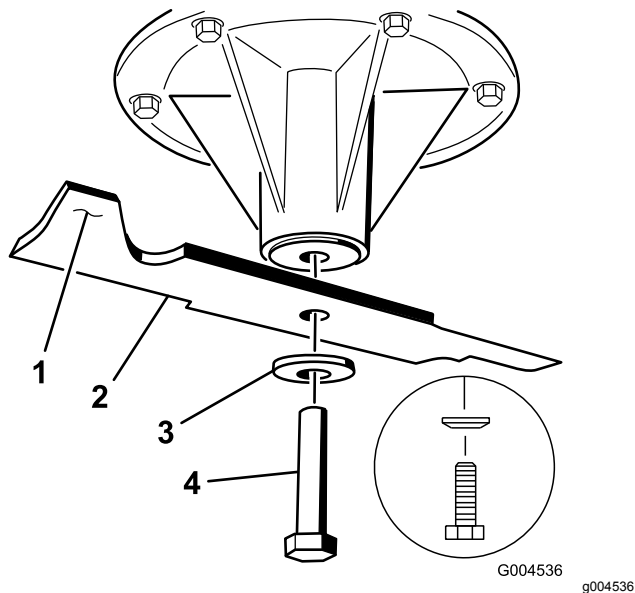

Figura 106
1. Instale lâmina no eixo (Figura 106).
2. Instale o disco de mola e o parafuso da lâmina (Figura 106).
Nota: O cone do disco de mola deve ser montado virado para a cabeça do parafuso (Figura 106).